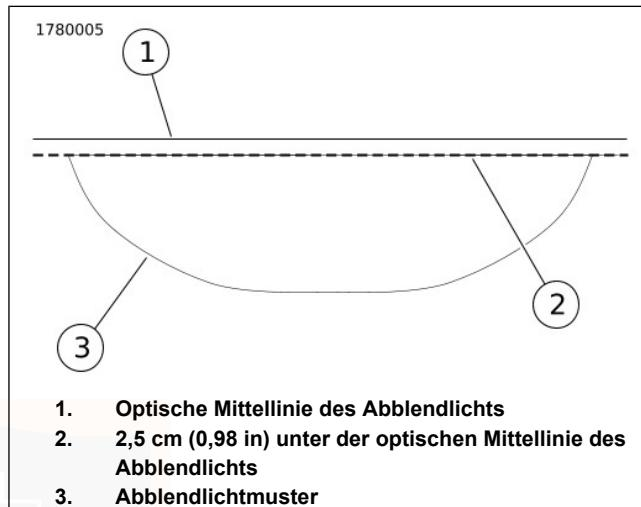

Abbildung 123. Ausrichtung des Scheinwerferabblendlichts
2. Einen Schlitzschraubendreher in die vertikale Einstellschraube (1) einführen.
3. Siehe Abbildung 123. Den vertikalen Einsteller drehen, um den Lichtstrahl (4) nach oben oder unten zu verstetellen, bis der obere Teil des Lichtstrahls auf die horizontale Linie (3) trifft.